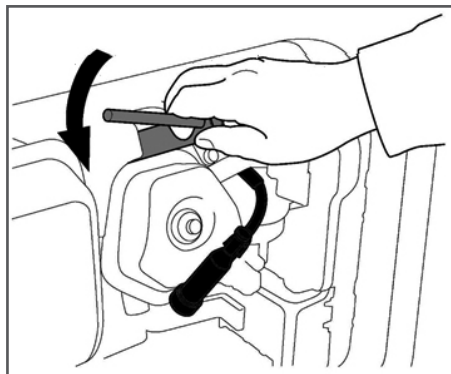

Рис. 19 Обслуживание свечи зажигания
2. Открутите свечу зажигания свечным ключом (Рис. 19).